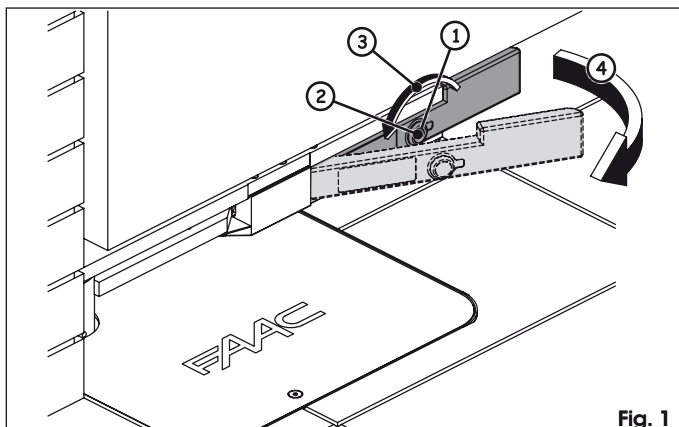

Fig. 1
- ouvrir le capot de protection de la serrure (Fig. 1 rif. ①)
- insérer la clé de déverrouillage dans la serrure (Fig. 1 rif. ②)
- tourner la clé dans la direction du pilier jusqu'à l'arrêt (Fig. 1 rif. ③)
- tirer la clé vers soi (Fig. 1 rif. ④)